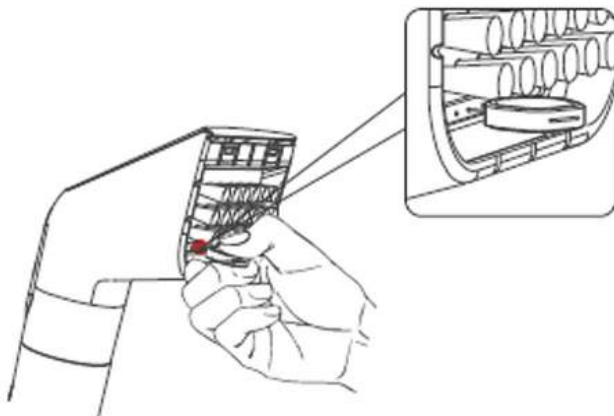

Fig. 35
7. Nadat het handvat van de borstel goed is geïnstalleerd en de opzetborstel geen water kan spuiten of als er onregelmatig water wordt gespoten wanneer u weer met het apparaat werkt, reinig dan het watergat van de opzetborstel met de volgende tool (zie fig.35).